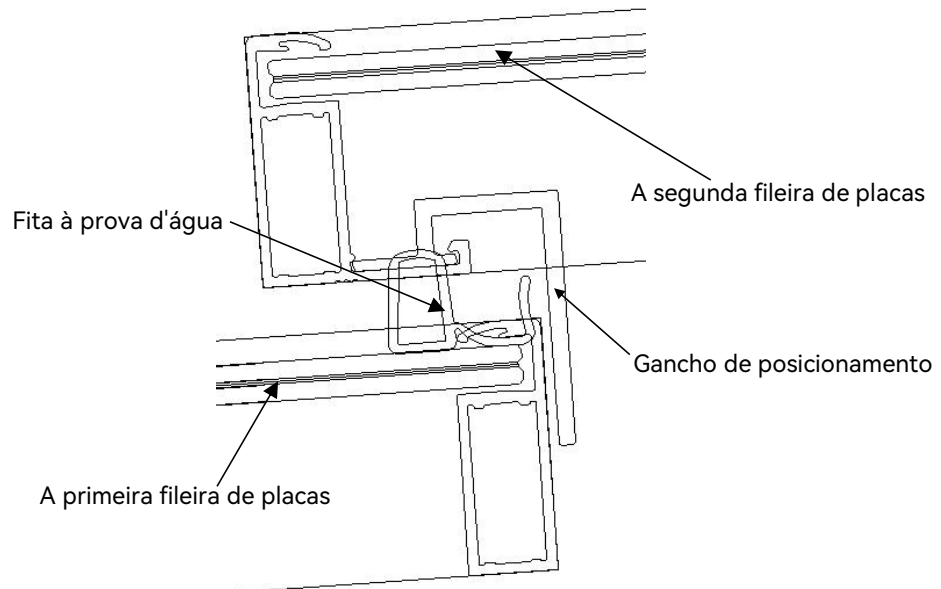

Figura 29
- 15) A borda inferior da segunda fileira de placas deve ser sobreposta à borda superior da primeira fileira de placas, e a borda inferior deve pressionar firmemente a fita à prova d'água na borda superior. Se não for instalado corretamente, há o risco de vazamento de água. Use os ganchos de posicionamento para posicionar as placas, consulte o diagrama esquemático (Figura 29).